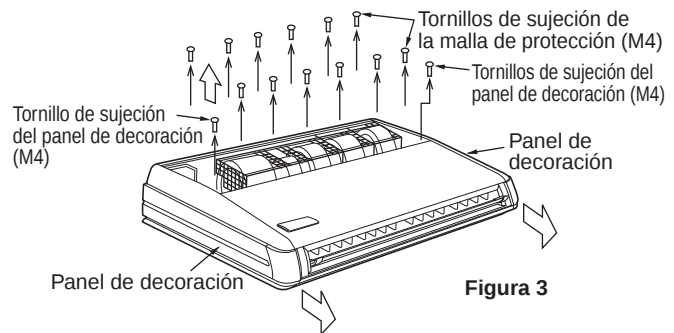

Figura 3
- Después de retirar los tornillos de sujeción de los paneles de decoración (uno por cada uno), jálalos hacia adelante (en la dirección de la flecha) y retírelos. **(Vea la Figura 3)**
- Quite los tornillos afianzando para el precio neto de protección. **(Vea la Figura 3)**